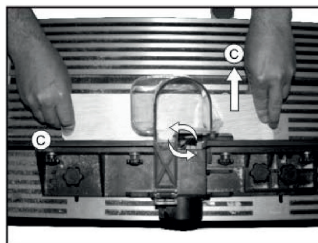

Рис. 8
Установите глубину фрезерования, после чего крепежными гайками (11) надежно закрепите положение, Рис. 8.
Для отвода заготовки ее следует перемещать в направлении (С), Рис.8. Из соображений безопасности опорный торец должен располагаться справа.